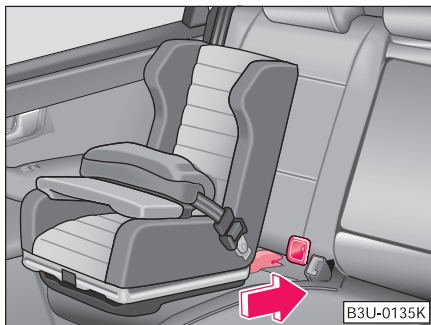

Fig. 114 Scaunul pentru copii ISOFIX este introdus în elementele de prindere montate
- Fixați scaunul pentru copii în punctele de ancorare, până când se aude zgomotul special de blocare ⇒ Fig. 114.